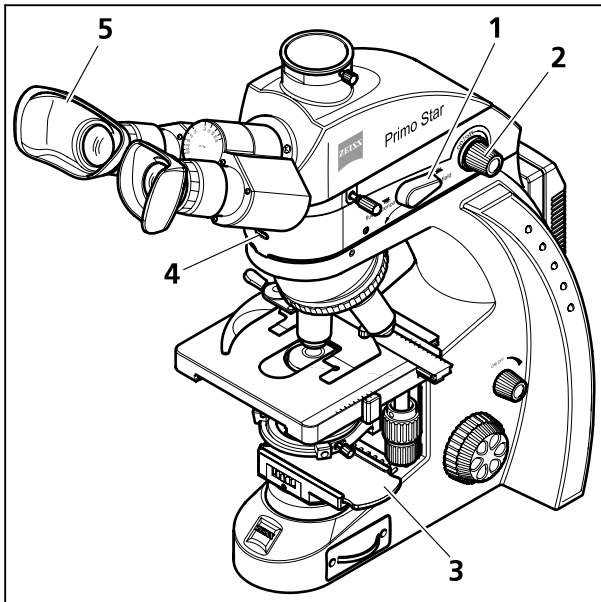

图 25 调节落射荧光装置
- 将透射光/落射光转换开关（图 25/1）调置在落射光（**Fluorescence**）位置（此时必须向上旋转）。
- 通过落射装置旋钮（图 25/2）启动 LED 落射光装置，并为显微处理过程设置舒适的光照强度。落射装置前端的监控灯（图 25/4）亮起蓝色灯光。监控灯的亮度与所设置的落射光照明强度相吻合。
- 为避免荧光干扰（由 LED 落射光引起），应将滑板（图 25/3）上阻隔部位推入光路。
在非暗室条件下进行显微技术处理，可使用带光线防护功能的眼罩（图 25/5）。此眼罩不适合眼镜佩戴者使用，并且不允许翻卷眼罩，否则会因此而变形。